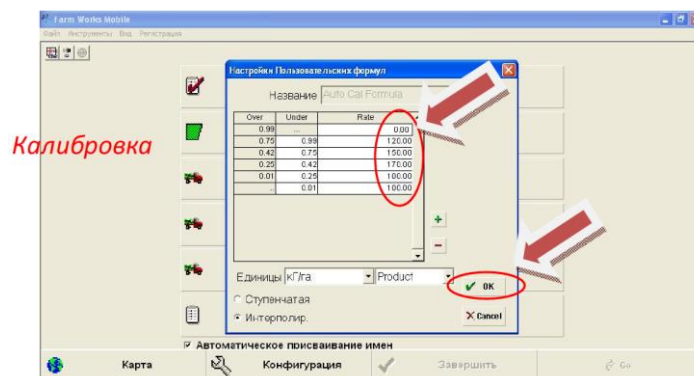

Рисунок 12.10 –
7. Внести нормы удобрений для высокого, среднего и низкого индекса биомассы NDVI (рисунок 12.10). Как правило, там, где NDVI является низким, устанавливается высокая норма внесения азота, а где NDVI высокий – низкая. Далее подтвердить **ОК**.